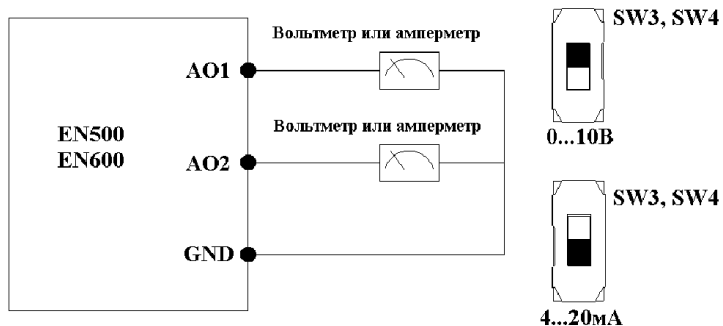

Рис.3-13 Схема подключения к AO1, AO2
(3) К AO1, AO2 может быть подключен внешний вольтметр или амперметр. Для этого нужно выбрать режим токового выхода (4...20 мА) или выхода по напряжению (0...10В) с помощью SW3 и SW4, подключение на рис.3-13 :